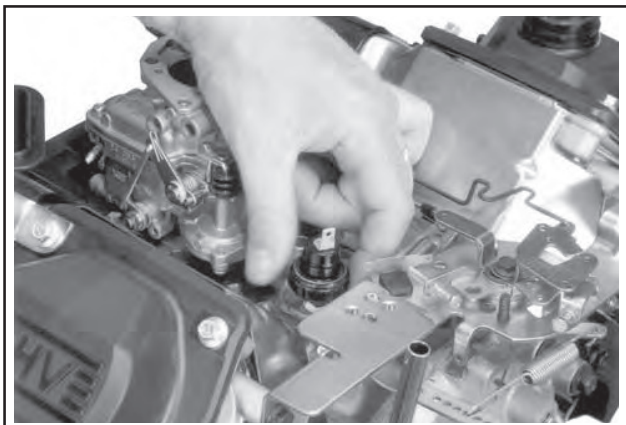

Abbildung 9-29. Entfernung des Schalters Oil Sentry™ vom Entlüfterdeckel.
2. Den Schalter Oil Sentry™ vom Entlüfterdeckel entfernen. Siehe Abbildung 9-29.